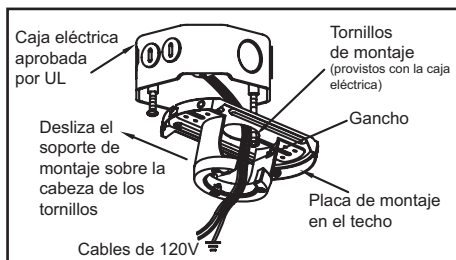

Figura 10
1. Pasa los cables de suministro de 120 voltios a través del orificio central de la placa de montaje del techo como se muestra en la Figura 10.
2. Instala la placa de montaje de techo sobre la caja eléctrica deslizando la placa de montaje sobre los dos tornillos suministrados con la caja eléctrica. Cuando uses un montaje cerca del techo, es importante que la placa de montaje esté nivelada. Si es necesario, usa arandelas niveladoras (no incluidas) entre la placa de montaje y la caja eléctrica. Nota que el lado plano del soporte de montaje está hacia la caja eléctrica (Figura 10).